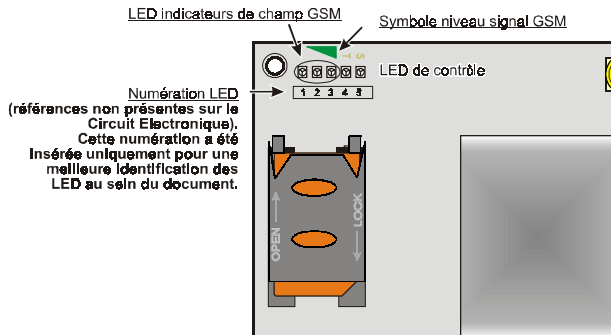

Fig. 4 - LED de contrôle
Il y a 5 LED sur la fiche; trois vertes (1, 2 et 3), une LED jaune (4), une LED rouge (5), qui signalent la connexion, la transmission et les conditions de disfonctionnement (voir Figure 4).
**VERTE** — Les trois LED vertes (1,2 et 3), signalent l'intensité du champ GSM, tel qu'illustré sur la Figure 4: